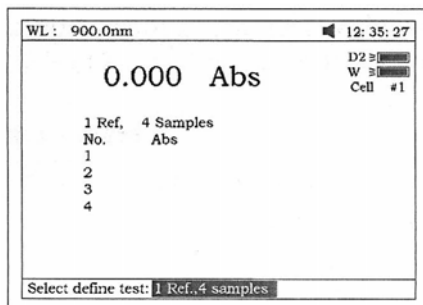

Fig 102
1. Presione [F1] para instalar el método (Fig 102). Hay ocho puntos: 1 referencia 1 muestra, 1 ref. 2 muestras, 1 ref. 3 muestras, 1 ref. 4 muestras, 1 ref. 5 muestras, 1 ref. 6 muestras, 1 ref. 7
muestras, N ref. N muestras) para seleccionar. Tomamos como ejemplo “1 ref. 4 muestras”, por ejemplo, Fig 102.